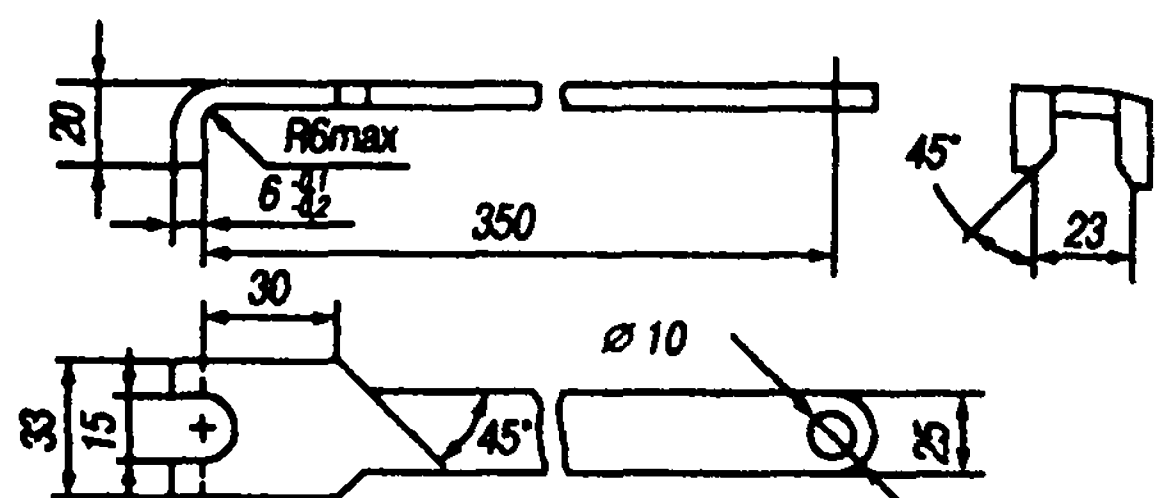

Рис. 9.24. Специальный ключ для отвертывания гайки резервуара
3. Отвернуть гайку 3 специальным ключом (рис. 9.24).